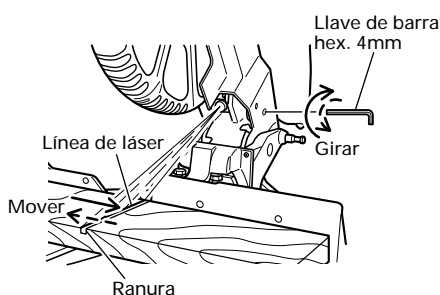

Fig. 16
- (1) Encienda el marcador láser y efectúe una ranura de aproximadamente 3/16" (5mm) de profundidad en una pieza de trabajo de unos 1-1/2" (38mm) de alto y 3-1/2" (89mm) de ancho. Sostenga la pieza de trabajo ranurada mediante el tornillo de carpintero tal como está, y no la mueva.
- (2) A continuación introduzca una llave de barra hexagonal de 4 mm en el orificio de 12 pulgadas de diámetro situado sobre el lado de la caja de engranajes, y gire el tornillo de cabeza hueca hexagonal para desplazar la línea de láser. (Si gira el tornillo de cabeza hexagonal en el sentido de las agujas del reloj, la línea de láser se desplazará hacia la derecha, y si lo gira en sentido contrario a las agujas del reloj, se desplazará hacia la izquierda.) Cuando trabaja con la línea de tinta alineada con el lado izquierdo de la hoja de sierra, alinee la línea de láser con el extremo izquierdo de la ranura. (Fig. 16) Cuando la alinee con el lado derecho de la hoja de sierra, alinee la línea de láser con el lado derecho de la ranura.